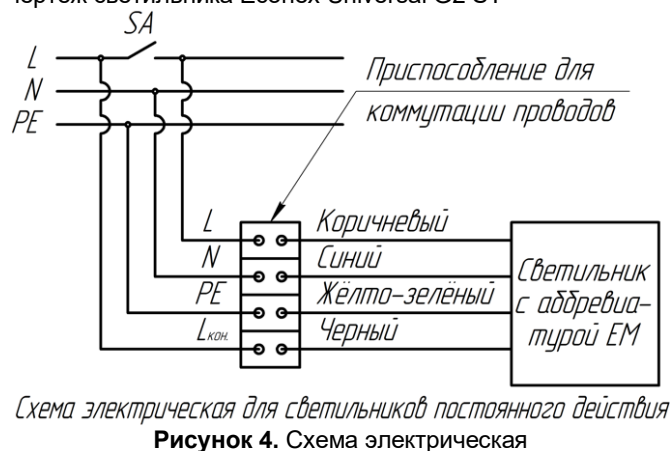

Рисунок 4. Схема электрическая
5.5. Серия светильников с аббревиатурой ЕМ подключается согласно Рис. 4.